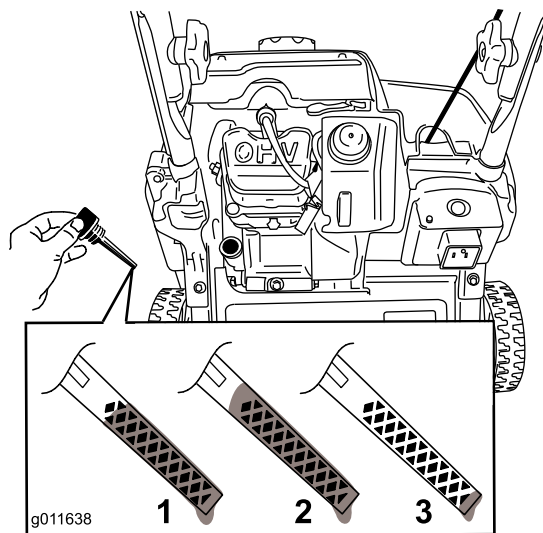

Рисунок 13
8. Для того, чтобы правильно определить уровень масла на масломерном щупе, см. Рисунок 13.
Примечание: Заливайте масло в картер двигателя до тех пор, пока маслостержневой щуп не покажет, что достигнут нужный уровень масла в двигателе, как показано на Рисунок 13. В случае перелива слейте некоторое количество масла из двигателя, как описано в разделе «Замена моторного масла».